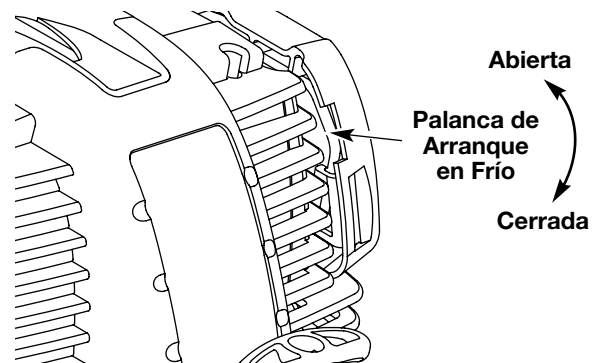

Fig. 14
**SI FRÍO...** Para condiciones de clima frío (inferior a 4°C/ 40°F), ponga la Palanca de Arranque en Frío (Fig. 14) en la posición de cerrada/encienda y proceda al paso 3. **NO** mueva esta palanca hacia abajo si la temperatura sobrepasa 4°C (40°F).